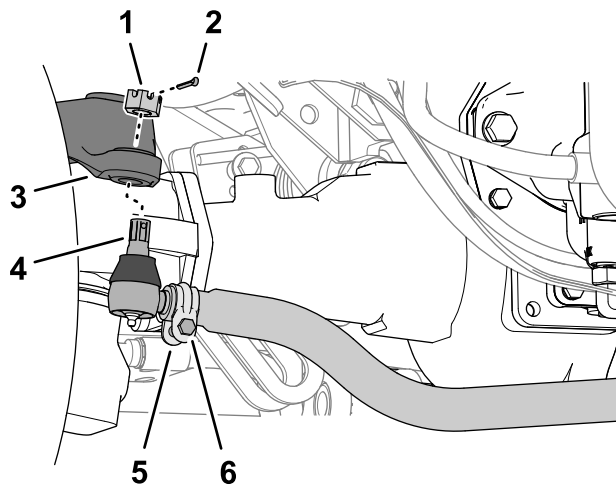

Figura 107
1. En el eje trasero, retire la chaveta y la tuerca de seguridad de cualquiera de las rótulas de la barra de acoplamiento (Figura 107).
3. Afloje las abrazaderas en ambos extremos de las barras de acoplamiento (Figura 107).
4. Gire la articulación esférica retirada una (1) vuelta completa hacia dentro o hacia fuera.